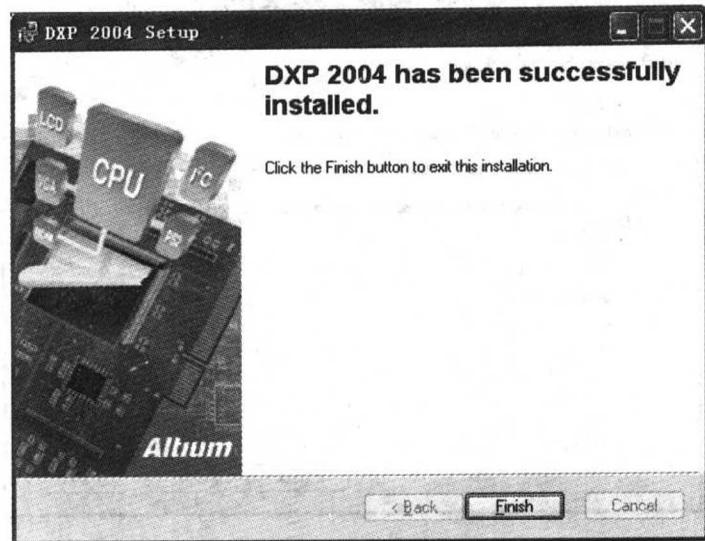

图 1-7 【Finish】对话框
8) 在安装完毕之后，将会出现如图 1-7 所示的完成对话框。只要再单击【Finish】按钮，即可完成 Protel 2004 的安装工作。等文件复制结束之后，单击【Finish】按钮，即可结束安装。